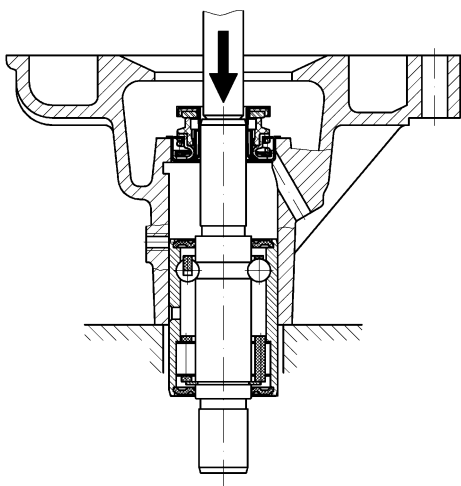

Рис.143. Выпрессовка подшипника с
- выпрессовать из корпуса подшипник (рис.143). Выпрессовку подшипника производить на прессе или с помощью медной оправки. Для более легкой выпрессовки рекомендуется нагреть водяной насос до температуры плюс 80 °С;